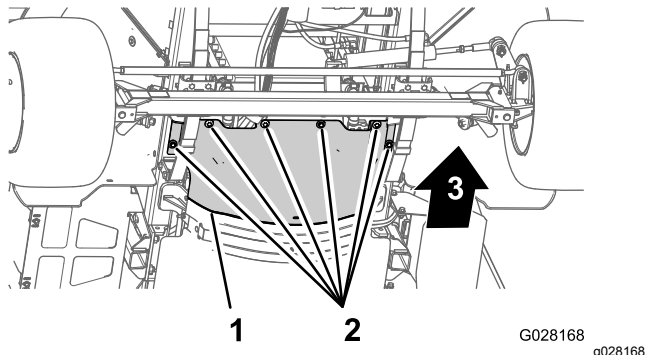

図 58
3. 前側防熱シールドをシャーシに固定しているソケットヘッドボルト6本とワッシャ6枚を外してシールドを取り外す 図 58。